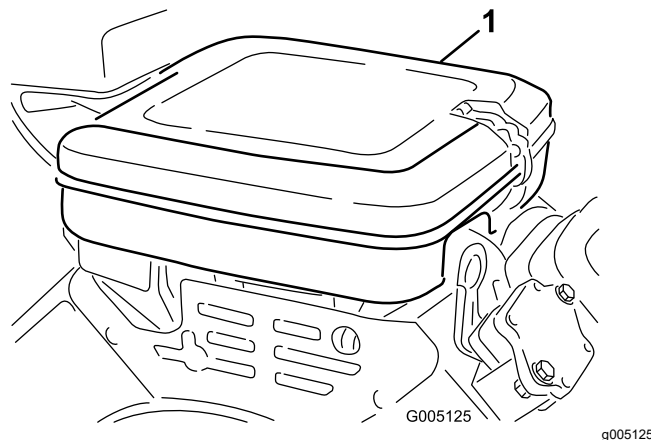

Figure 30
1. Nettoyez le couvercle du filtre à air (Figure 30).